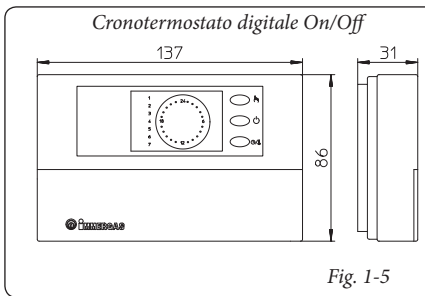

Fig. 1-5
- Cronotermistato digitale On/Off (Fig. 1-5). Il cronotermistato consente di: